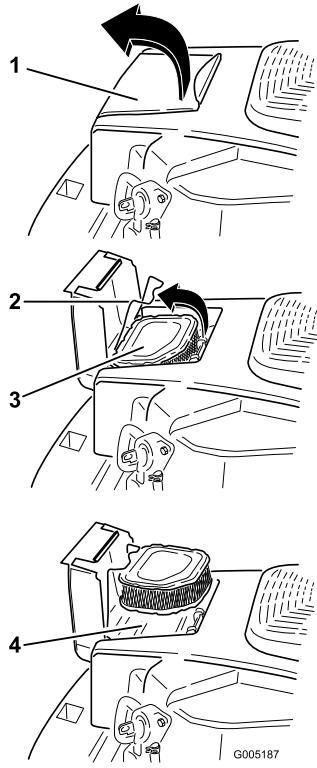

Figura 26
1. Aprite lo sportello del coperchio del filtro dell'aria sul convogliatore per accedere all'elemento (Figura 26).
2. Sganciate il fermo e togliete l'elemento (Figura 26).